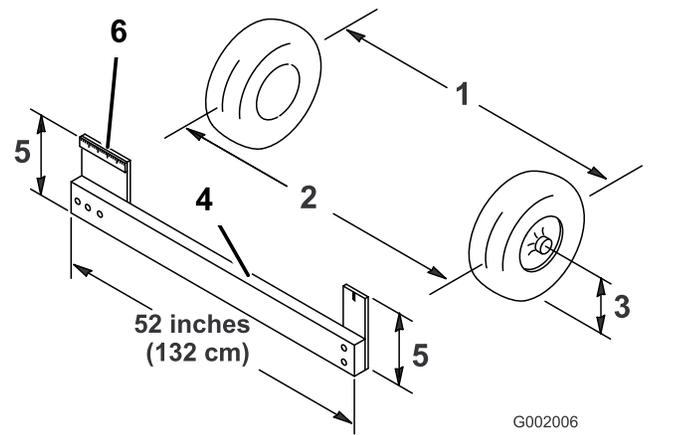

図 50
4. 前輪の前と後ろで、左右のタイヤの中央線間距離を測る計測はアクスルの高さで行う(図 50)。
**注** 前輪の後側をアクスルの高さで正しく測定するには専用測定具か整列ゲージが必要となる。前後の計測とも同じ道具を使用し、アクスルの高さで正しく測定すること(図 50)。